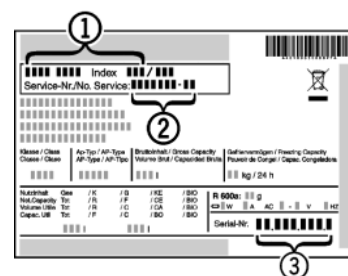

Fig. 18
- ▶ Gerätebezeichnung *Fig. 18 (1)*, Service-Nr. *Fig. 18 (2)* und Serial-Nr. *Fig. 18 (3)* vom Typenschild ablesen. Das Typenschild befindet sich an der linken Geräteinnenseite.
- ▶ Den Kundendienst benachrichtigen und den Fehler, Gerätebezeichnung *Fig. 18 (1)*, Service-Nr. *Fig. 18 (2)* und Serial-Nr. *Fig. 18 (3)* mitteilen.